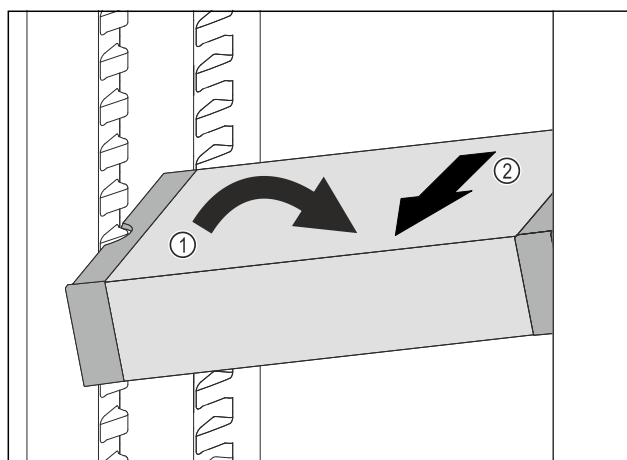

Fig. 146
- Poziționați oblic VarioSafe în frigider. Fig. 146 (1)
- Extrageți VarioSafe spre înainte. Fig. 146 (2)